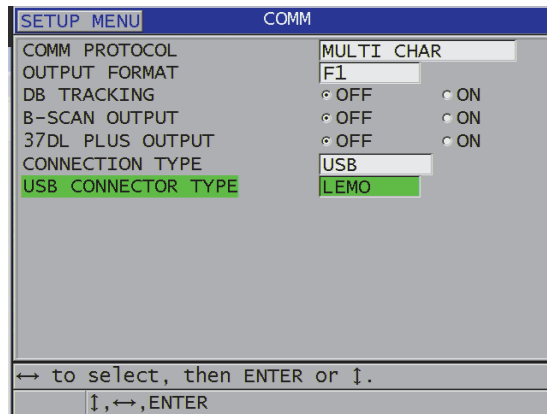

Figura 9-3 Modificación de los parámetros de comunicación
3. En la pantalla **COMANDO** (ver Figura 9-3 en la página 161):